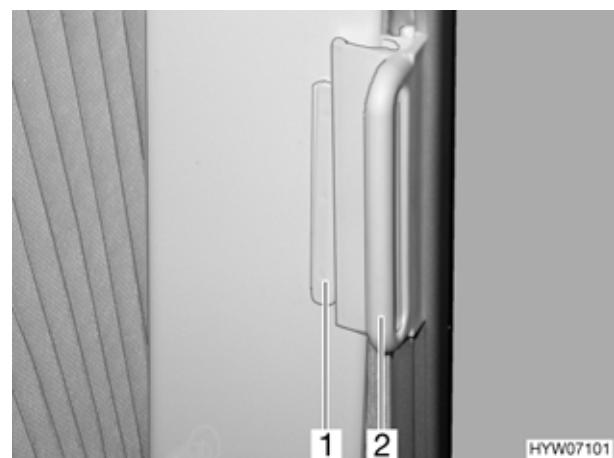

Fig. 53 Tendina oscurante pieghevole, aperta
- Aprire le tendine oscuranti pieghevole per il finestrino del guidatore e del passeggero e spingerle nell'impugnatura della guida degli oscuranti (Fig. 53,2) sul sopralzo (Fig. 53,1).